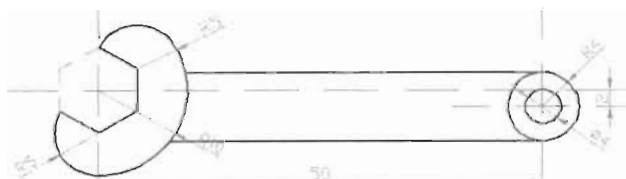

图 6-63
(2) 打开对象捕捉，使用 L 命令，分别捕捉半径为4的圆的上下两个象限点为起点，绘制两条水平线与圆弧相交，如图6-63所示。